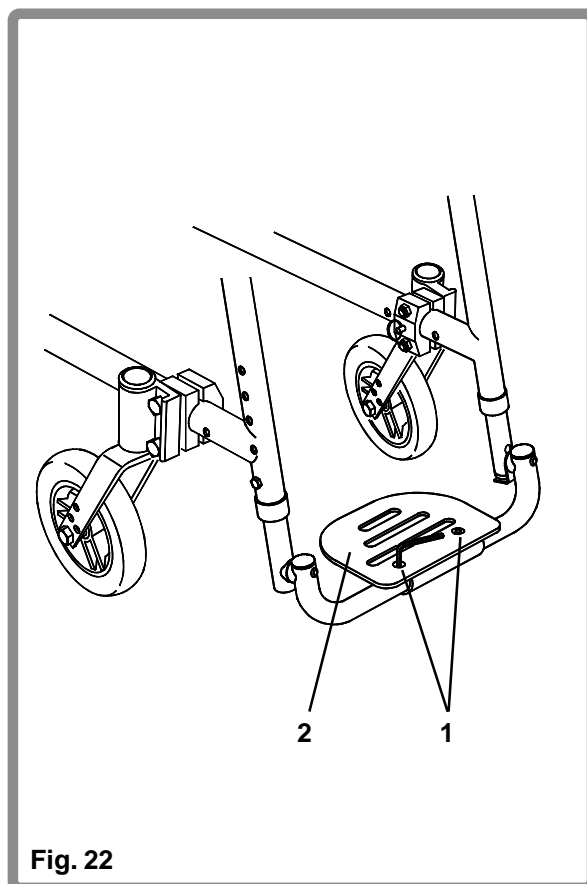

Fig. 22
Voor het afstellen van de hoek van de voetenplank (2), draait u de bevestigingsschroeven (1) met gebruik van een 5mm inbussleutel zover los dat de voetenplank in de gewenste positie gedraaid kan worden (Fig. 22). Draai de schroeven weer vast op een aanhaalmoment van 7-12Nm.